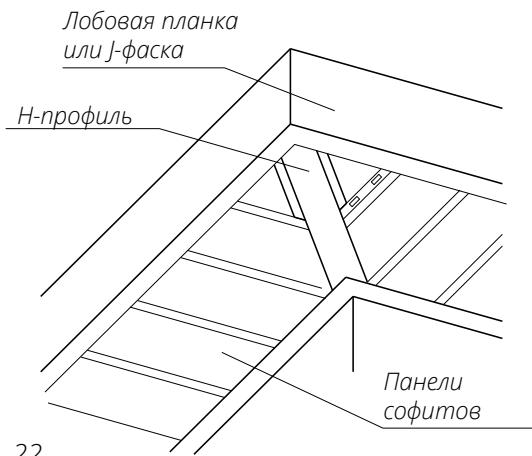

Рис. 22
- Оформление поворота можно производить как по диагонали (рис. 22, рис. 23), так и под прямым углом (рис. 22, рис. 23). В обоих случаях на стыке панелей софита могут использоваться H-профиль (рис. 22, рис. 24) либо 2 J-профиля (рис. 24, рис. 25). Если не требуется скрыть крепеж, используйте Планку стыковочную простую.
- Перед монтажом планки сделайте ее разметку, приложив к месту установки так, чтобы зазоры между доборными элементами были минимальны. Обрежьте лишнее (рис. 22). Закрепите планку саморезами к обрешетке.